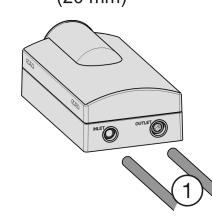

Fig. 38
- ▶ Sur le tuyau fin, mesurer la profondeur d'insertion (E) de 21/32" (17 mm) et faire une marque.
- ▶ Sur le tuyau épais, mesurer la profondeur d'insertion (E) de 25/32" (20 mm) et faire une marque.
- ▶ Insérer les tuyaux Fig. 38 (1) à l'intérieur du module de filtre jusqu'à la butée (correspondant au marquage) en forçant la résistance.